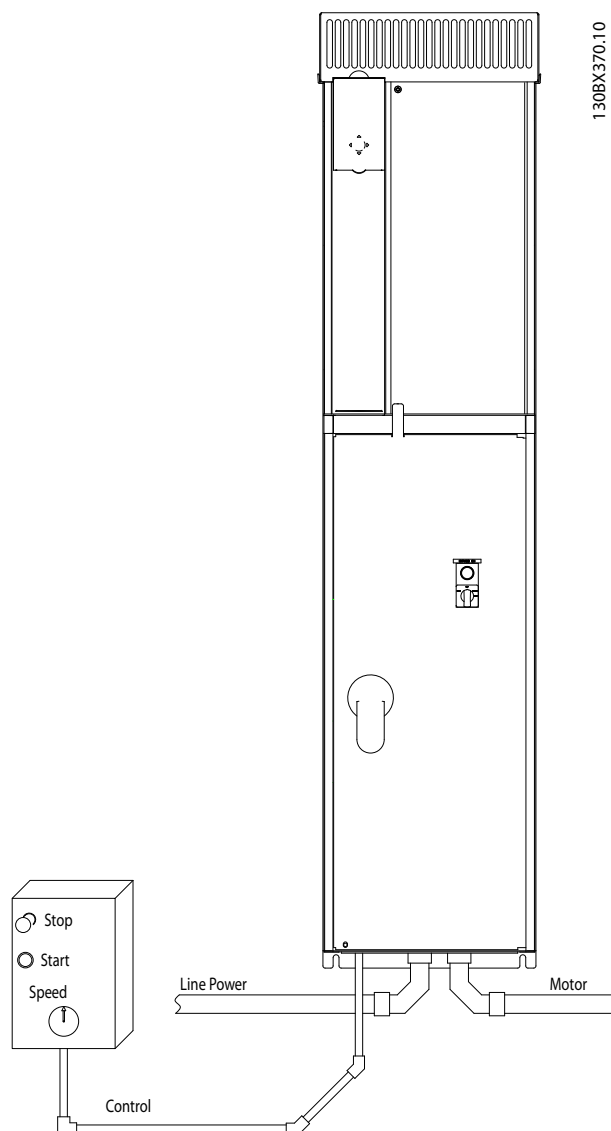

图 3.24 使用线管执行正确电气安装的示例
- 由于电动机线路带有高频电流，因此主电源、电动机功率以及控制线路必须单独布线。请使用金属线管或单独的屏蔽线。请参阅 图 3.24。如果不隔离功率、电动机和控制线路，将可能影响设备的性能。